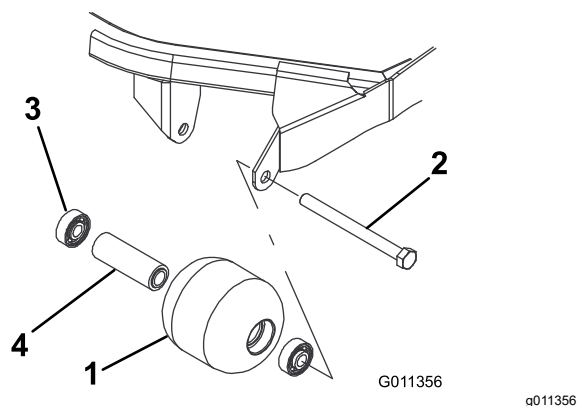

Figura 126
1. Retire el perno de montaje del rodillo (Figura 126).
4. Inspeccione el alojamiento del rodillo, los cojinetes, y el espaciador del cojinete (Figura 126) Sustituya cualquier componente dañado y móntelos.
1. Introduzca a presión el primer cojinete en el alojamiento del rodillo (Figura 126). Haga presión solamente sobre el anillo de rodadura exterior, o de forma igual sobre el anillo exterior y el interior.
2. Introduzca el espaciador (Figura 126).
3. Introduzca a presión el segundo cojinete en el alojamiento del rodillo (Figura 126). Presione de manera uniforme sobre el anillo de rodadura interior y el exterior hasta que el anillo de rodadura interior entre en contacto con el espaciador.